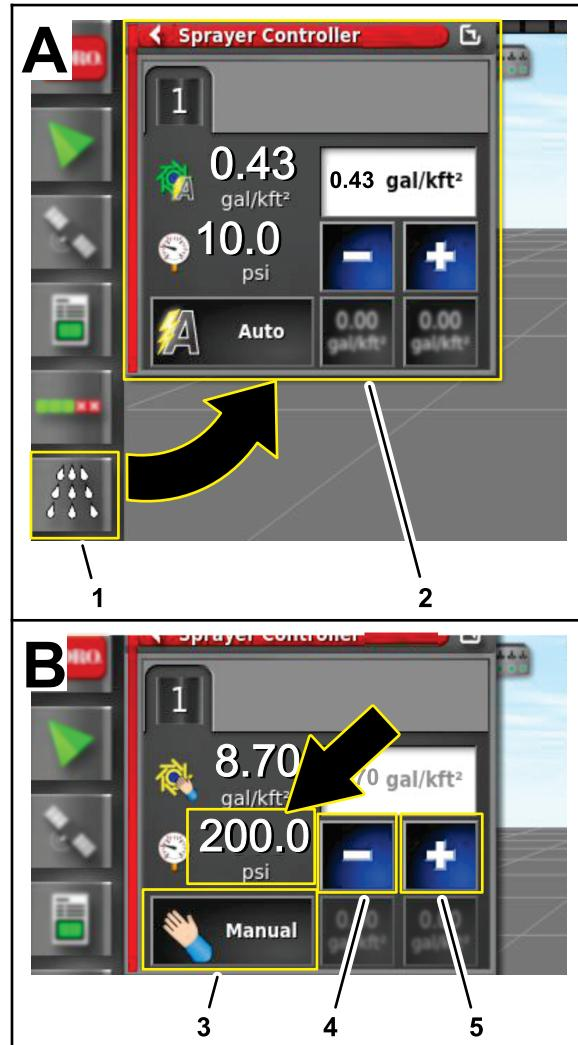

Bild 239
4. Tippen Sie auf der GeoLink-Steuerkonsole das Symbol SPRÜHMENGENSTEUERUNG (Bild 239).
5. Tippen Sie im Dialogfenster Sprühmengensteuerung auf das SPRÜHMENGENMODUS-Symbol, bis der manuelle Modus angezeigt wird (Bild 239).
6. Stellen Sie den Druck des Sprühsystems (Bild 239) mit den +/- Tasten auf 13,75 bar ein.